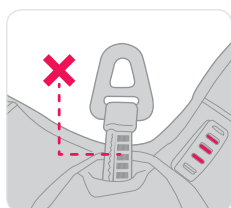

Abbildung 4
- Sicherstellen, dass das Seil des Abseilgeräts nicht abgewickelt ist, da dies ein Hinweis auf erfolgtes Abseilen ist (siehe Abbildung 4). Ein abgewickeltes Abseil-Seil darf nicht verwendet werden.